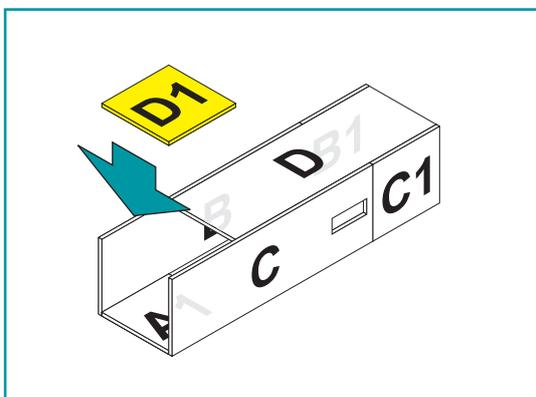

figura 8
2.2.7 Monte el panel D1 a los paneles B y C. (figura 8)